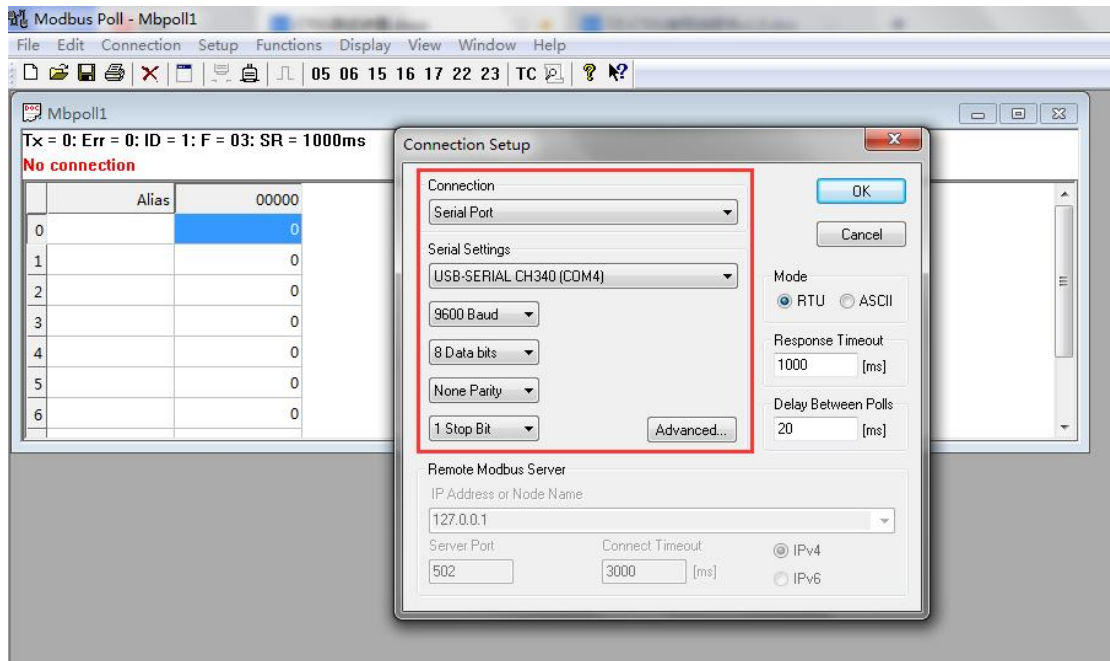

图 6
7. 按图 6 修改，其中端口 COM 根据电脑端口而定；波特率默认 9600，应与 THT02 一致才能通信；数据位为 8 位，停止位为 1 位，无检验位。设置完之后点击“OK”